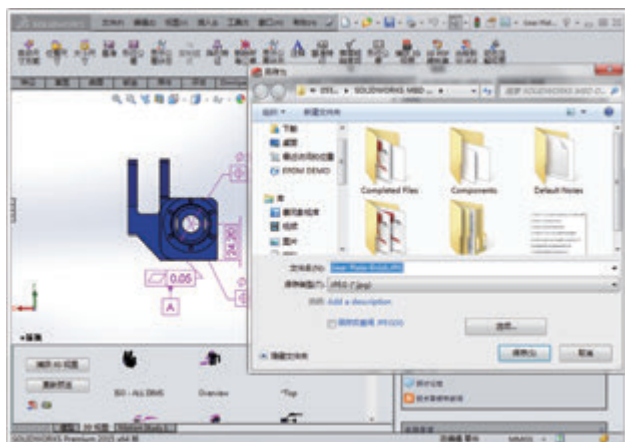

图 11 另存为 JPEG 图片
①将所需要的 3D 视图另存为图片 JPEG 格式 (图 11)。